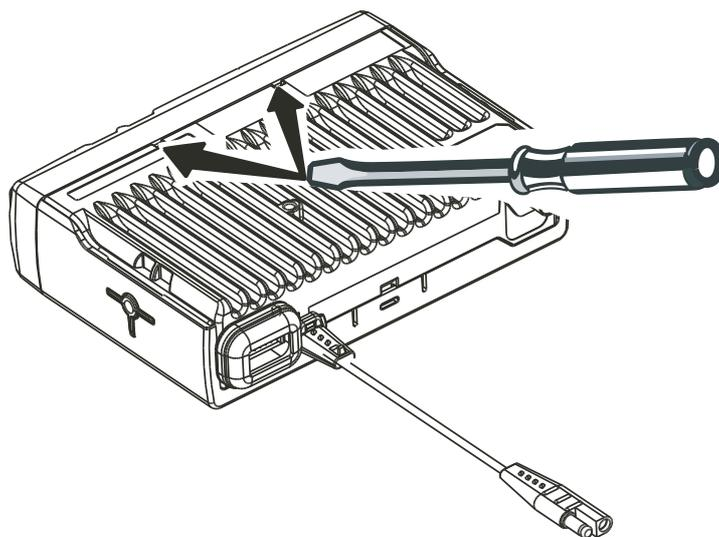

Рис. 2-2 Снятие панели управления
2. Вставьте плоское лезвие отвертки (макс. 4 мм) в паз и отожмите пластиковую крышку вверх. Повторите эту операцию применительно ко второму пазу, чтобы отделить панель управления от шасси. См. Рис. 2-2.